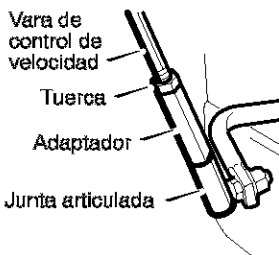

Figura 106
2. Afloje la **contratuercas** hexagonal en la **vara de control de velocidad**. Quite la **Junta articulada del eje de cambios** (consulte la Figura 106).
4. Gire el **adaptador** hasta que la **Junta articulada** quede alineada con el agujero de montaje en el **eje de cambios** (consulte la Figura 106). Una vez alineada, instale la **Junta articulada** en el **eje de cambios**.